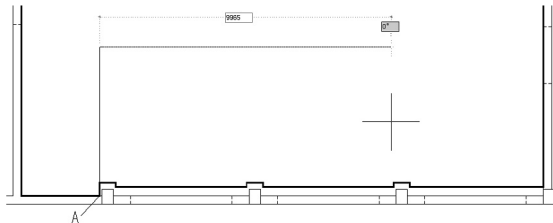

图 4.104 光标水平向右拖动并输入 9965
(1) 将【顶棚装饰】层设置为当前层，打开【正交】和【对象捕捉】功能。单击【绘图】工具栏上的【多段线】图标或在命令行输入“PL”并按 Enter 键，启动【多段线】命令。
① 在指定起点：提示下，捕捉图 4.104 所示的 A 点处，作为多段线的起点。
② 在指定下一个点或 [圆弧(A)/半宽(H)/长度(L)/放弃(U)/宽度(W)]：提示下，将光标垂直向上拖动，输入“3950”后按 Enter 键。
③ 在指定下一个点或 [圆弧(A)/半宽(H)/长度(L)/放弃(U)/宽度(W)]：提示下，如图 4.104 所示，将光标水平向右拖动，输入“9965”后按 Enter 键。